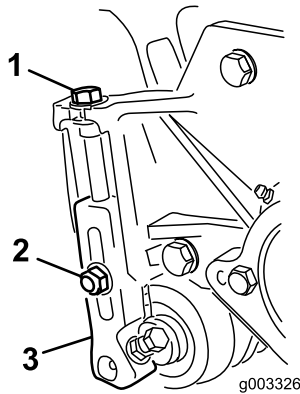

Bild 16
1. Lösen Sie die Sicherungsmuttern, mit denen die Schnitthöhenhalterungen an den Seitenplatten befestigt sind (Bild 16).